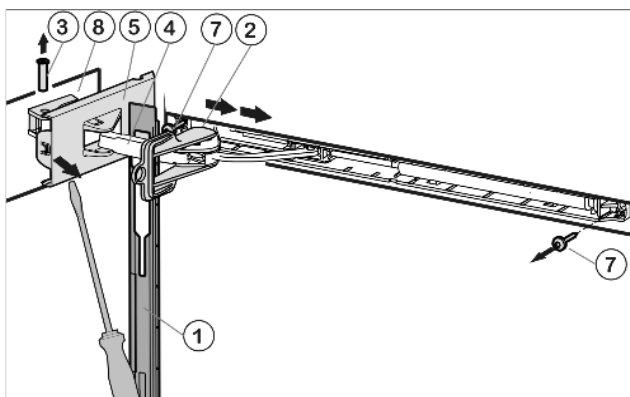

Fig. 5
- ▶ Сдвиньте накладку над амортизационной скобой Fig. 5 (4) в направлении устройства вперед.
- ▶ Установите стопор Fig. 5 (2).
- ▶ Отсоедините крышку со стороны шарнира Fig. 5 (5) с помощью отвертки до первого фиксатора.
- ▶ Выдавите палец Fig. 5 (3) снизу.
- ▶ Нажмите амортизационную скобу Fig. 5 (4) в направлении дверцы.
- ▶ Полностью отсоедините и снимите крышку со стороны шарнира Fig. 5 (5).
- ▶ Снимите накладку Fig. 5 (1).
- ▶ Открутите узел амортизатора закрывания дверцы (2 шт. Torx 15) Fig. 5 (7).
- ▶ Открутите опорную деталь Fig. 5 (8) и прикрутите её снова с поворотом на 180° на противоположную сторону.